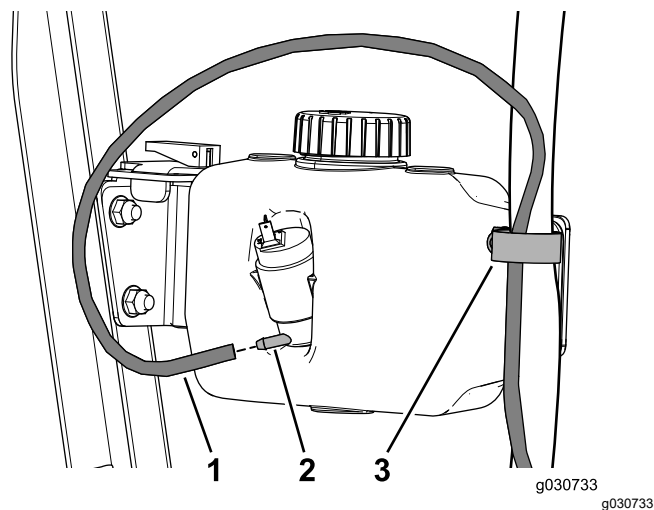

Рисунок 48
- Проложите шланг омывателя через R-образный хомут и подсоедините его к бачку омывателя (Рисунок 48).